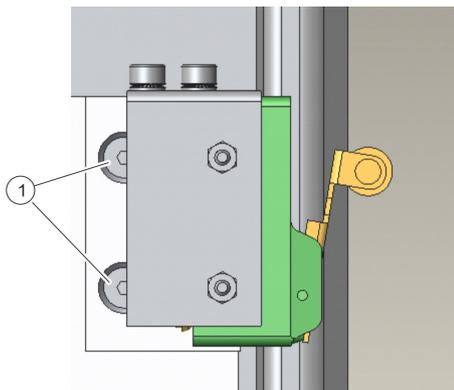

Abb. 20: Türkontakt umgebaut
6. ➤ Den Neuen Türkontakt mit den zwei Innensechskantschrauben (Abb. 20/1) an der ursprünglichen Position befestigen.